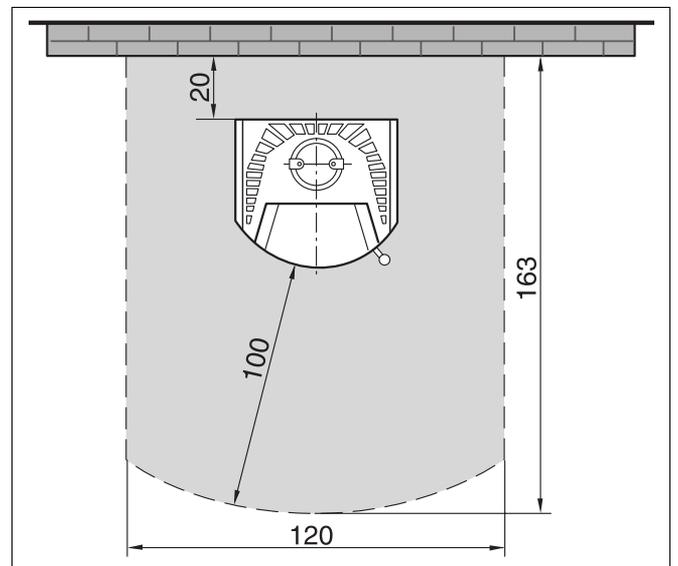

Abb. 22 Sicherheitsabstände
- Vergleichen Sie auch Abb. 22.